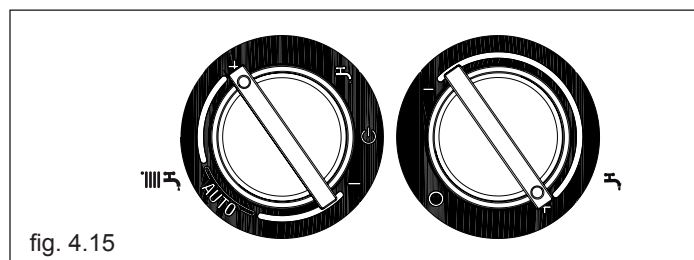

fig. 4.15
2. portare il selettore temperatura acqua riscaldamento al valore massimo, selettore in corrispondenza del + (fig. 4.15).